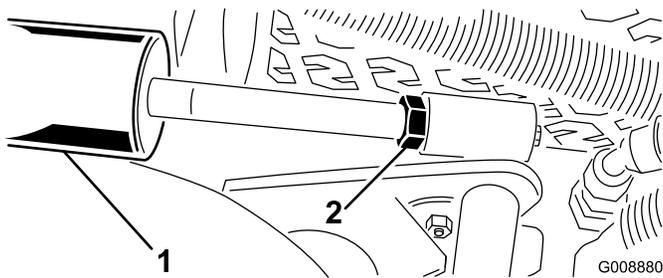

Figure 12
- A. Abaissez les plateaux de coupe et desserrez l'écrou de blocage sur le vérin (Figure 12).